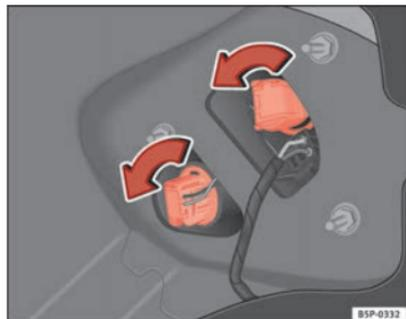

Fig. 202 Luci sulla carrozzeria
- Girare il portalampe in senso antiorario ⇒ fig. 202.